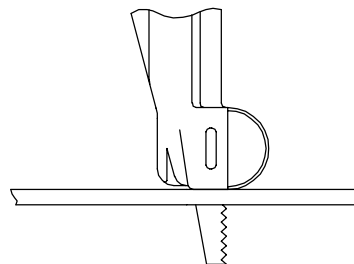

Figure 3 (Plan TPD1194)
4. Pour la coupe d'un métal à partir d'une arête, tenir la scie comme indiqué à la Figure 3 et maintenir le guide de sciage fermement appliqué contre la pièce pour éviter les vibrations du métal et le brouetement de la lame. Pour effectuer une coupe directe dans du métal, réaliser tout d'abord un trou de départ avec un burin ou un foret.